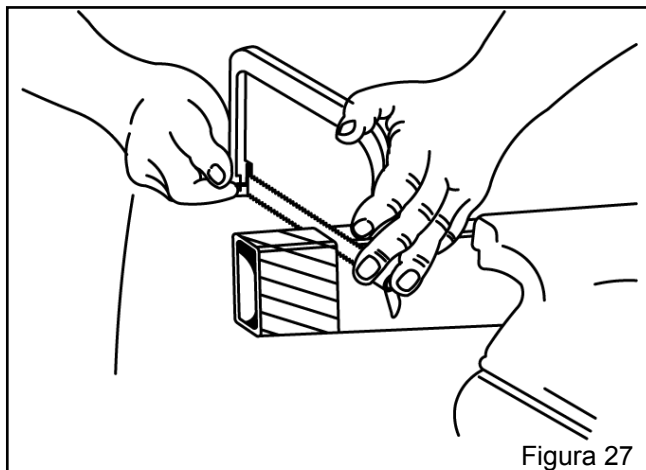
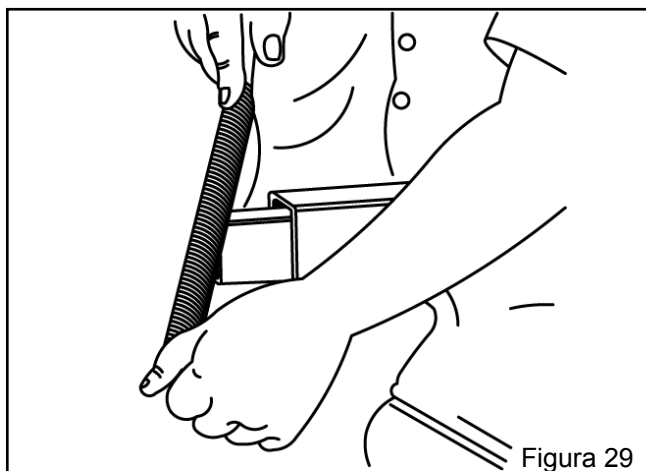

Figura 27
Figura 29
e) Efetue o corte nos pontos marcados conforme orientação (Figura 27 e 28), após o corte dê o acabamento nas partes com lima e lubrifique com uma camada fina de graxa (Figura 29). Efetue o corte necessário no tubo da capa de proteção. Monte novamente a capa de proteção no cardan.